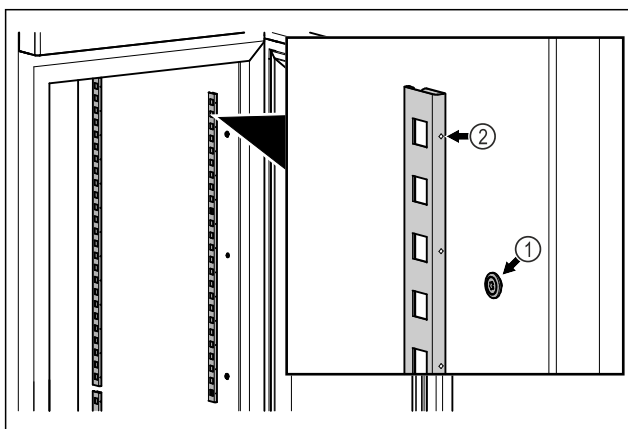

Fig. 58 Приблизне відображення
- ▶ Зачепити фіксуючу планку за підвіску Fig. 58 (1). Маркування Fig. 58 (2) повинно бути спрямоване вперед.